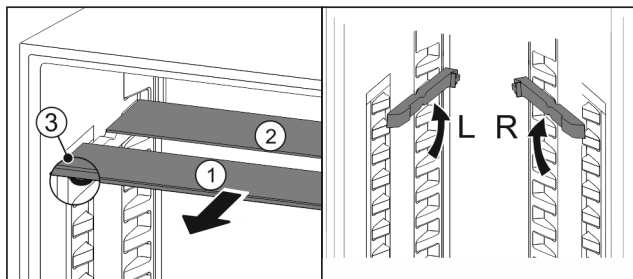

Fig. 67
- Skleněné desky jednotlivě vytáhněte dopředu Fig. 67 (1).
- ▷ Skleněná deska Fig. 67 (1) s ozdobnou lištou leží vpředu.
- ▷ Zářezky Fig. 67 (3) směřují dolů.